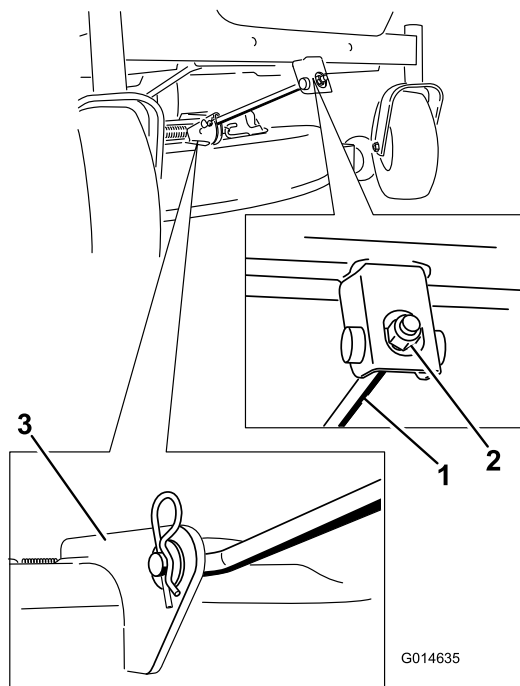

Figure 63
4. Retirez la goupille fendue de la tige de support avant et déposez la tige du support de tablier (Figure 63).
8. Fixez la tige de support avant au tablier de coupe à l'aide de l'axe de chape et de la goupille fendue (Figure 63).